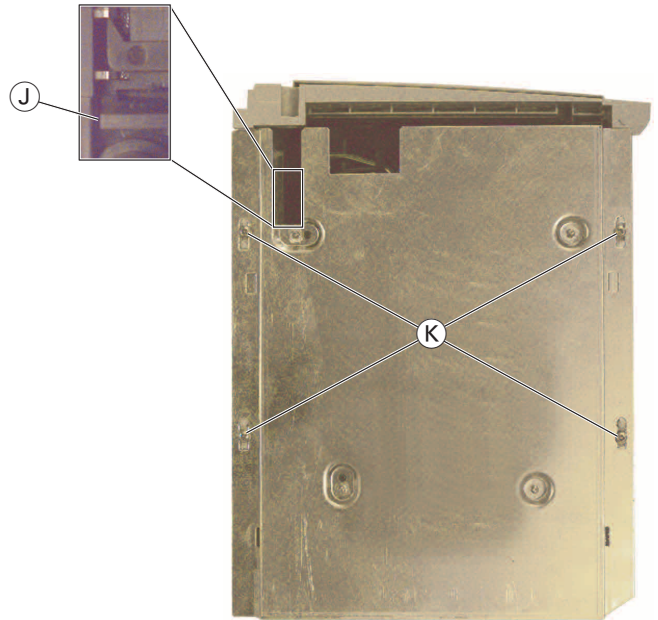

Fig. 4
- 4 Schrauben Ⓚ (Fig. 4) herausdrehen.
- Schieber ⓐ (Fig. 4) bis zum Anschlag nach rechts schieben und Schublade herausziehen.
- Schieber ⓐ (Fig. 4) bis zum Anschlag nach rechts schieben.
- Push the slider ⓐ (Fig. 4) to the right until its stop.
- Undo 4 screws Ⓚ (Fig. 4).
- Push the slider ⓐ (Fig. 4) to the right until its stop and pull out the tray.